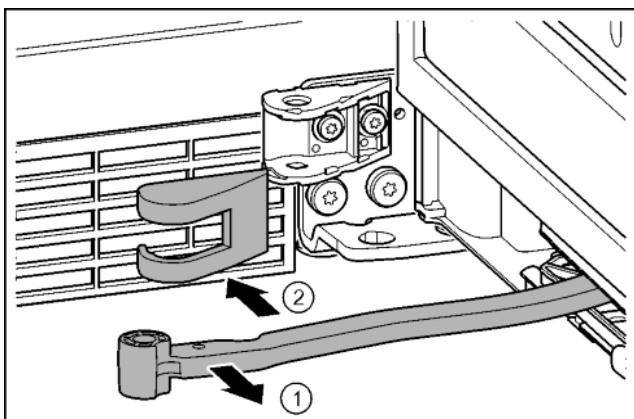

Fig. 19
► Поверніть шарнір у напрямку дверцят. Fig. 19 (1)
► Зніміть кришку опорного кронштейна. Fig. 19 (2)